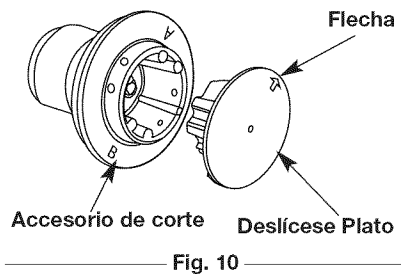

Fig. 10
3. Reinstale la placa de deslizamiento (Fig. 10):